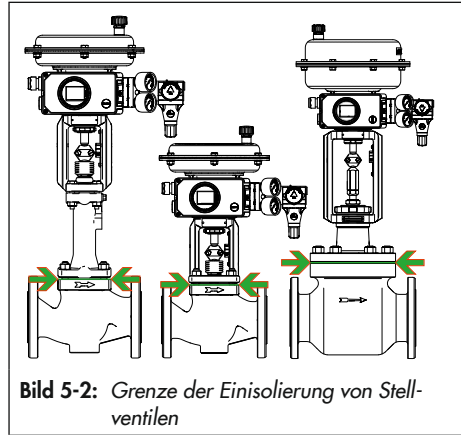

Bild 5-2: Grenze der Einisolierung von Stellventilen
- Stellventile nur bis zum Deckelflansch der Ventilgehäuse einisolieren, vgl. Bild 5-2. Dies gilt auch für Ausführungen mit Balg- oder Isolierteil bei Mediumtemperaturen unter 0 °C (32 °F) oder über 220 °C (428 °F). Wird das Isolierteil mit einisoliert, verliert es seine Funktion!